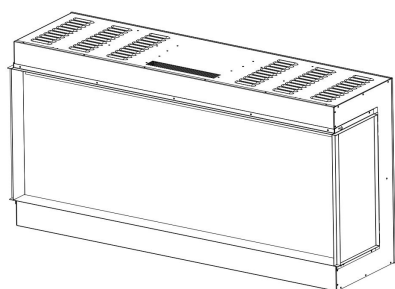

Fig.2-1
1. Kominek jest mocowany za pomocą ramek i paneli z lewej i prawej strony. Fig.2-1,2-2